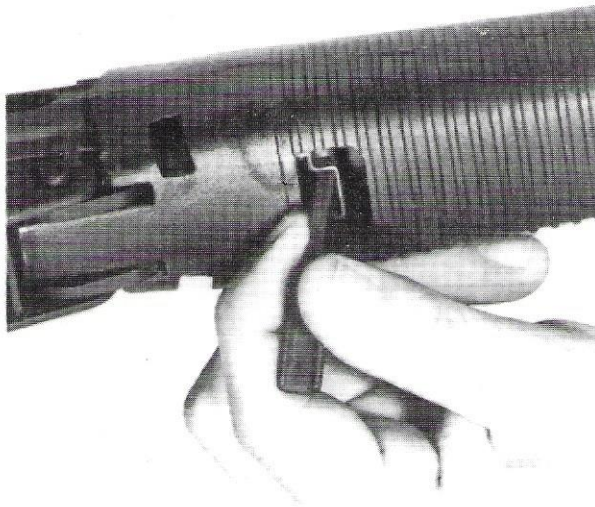

Figure 8 : Déverrouillage du fût.
- dégager le fût en tirant le verrou vers l'avant (fig 8),